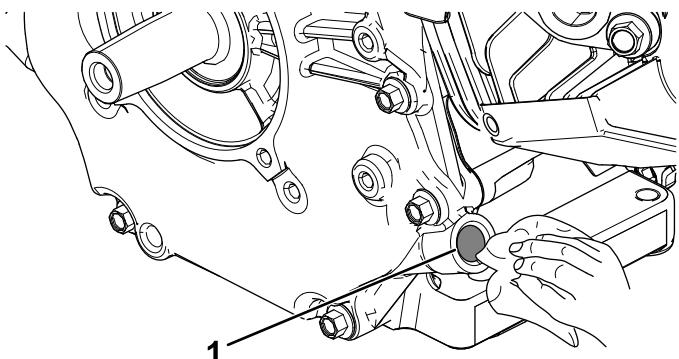

Figura 4
2. Limpe cuidadosamente a abertura do tubo da vareta onde vai instalar o tubo da vareta (Figura 4).